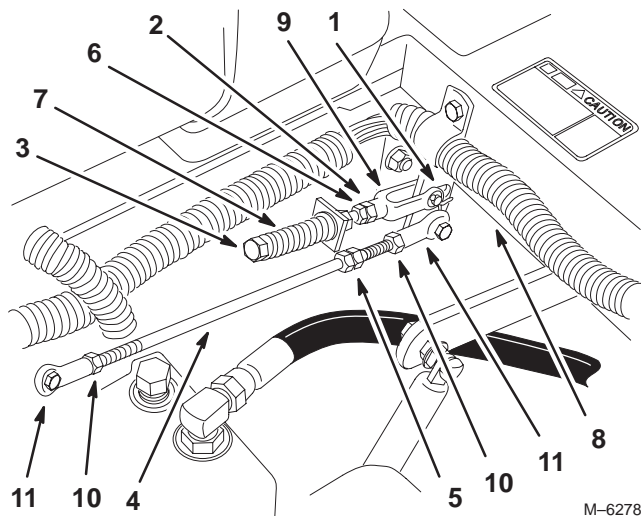

Figure 56
5. Placez le levier au point mort, **sans le verrouiller** (Fig. 56).
6. Tirez-le ensuite en arrière jusqu'à ce que l'axe de chape (situé sur le bras au-dessous de l'axe de pivot) touche l'extrémité de la fente (c.-à-d. commence juste à appuyer sur le ressort) (Fig. 56).
8. Si un réglage s'impose, desserrez l'écrou et l'écrou de blocage (Fig. 56).
10. Serrez l'écrou et l'écrou de blocage (Fig. 56).
1. Desserrez les contre-écrous sur les rotules de la tige de commande de la pompe (Fig. 56).
3. Réglez la longueur de la tige de pompe en tournant les doubles écrous dans le sens voulu, jusqu'à ce que la roue soit immobilisée ou tourne légèrement en marche arrière (Fig. 56).
6. Serrez les contre-écrous contre les rotules (Fig. 56).